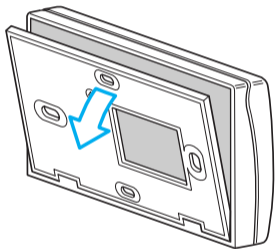
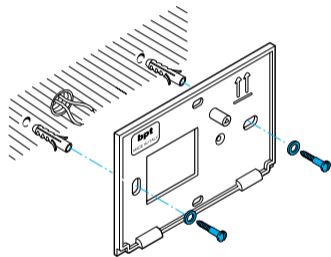

Fig. 5
Fig. 6
- Quite el soporte del mueble (fig. 5), y fíjelo directamente a la pared (fig. 6)